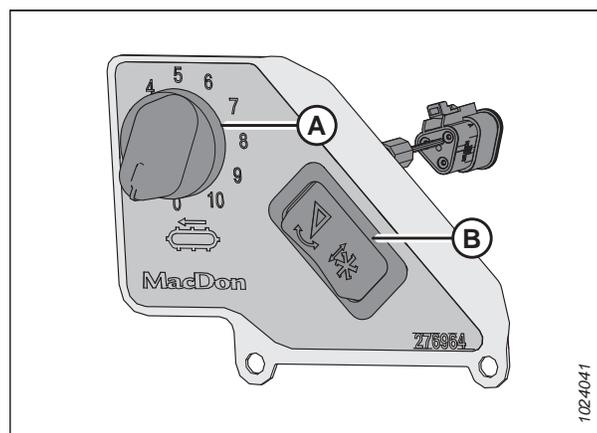

Figure 3.143: Commande de vitesse des tapis latéraux en cabine
Le commutateur (B) de la figure 3.143, page 143 permet à l'opérateur de basculer entre les commandes d'inclinaison de la plateforme et d'inclinaison avant-arrière du rabatteur. Pour obtenir des instructions sur les commandes, consultez Réglage de l'angle de la plateforme à partir de la moissonneuse-batteuse, page 139.